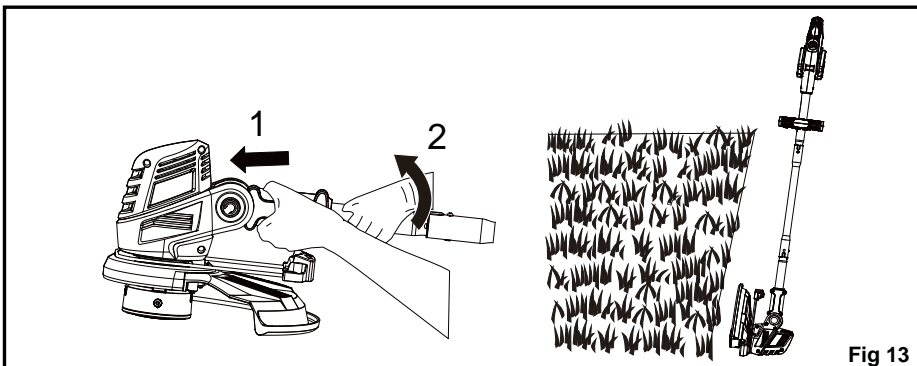

Fig 13
2. Sujete firmemente el cabezal de corte y el conjunto del eje inferior. Empuje el cabezal de corte hacia fuera del eje inferior para desengancharlo de la posición de bloqueo. Gire el eje inferior 90° en el sentido de las agujas del reloj para rebordear (Fig. 13).